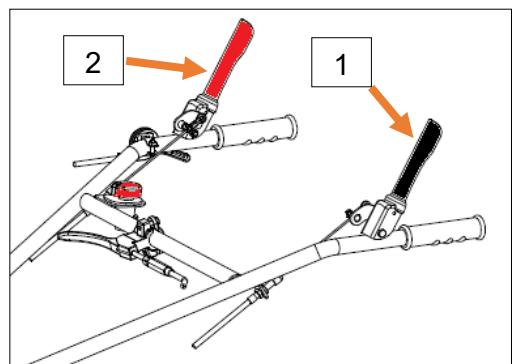

Figure 3
Lorsque le levier noir (1, Figure 3) est poussé vers le bas, la machine avance ou recule. Lorsque le levier est relâché, la machine s'arrête.
9. Avant de terminer le travail, débrayez l'embrayage d'avance (1, Figure 3), débrayez l'embrayage rotateur (2, Figure 3), puis arrêtez le moteur.